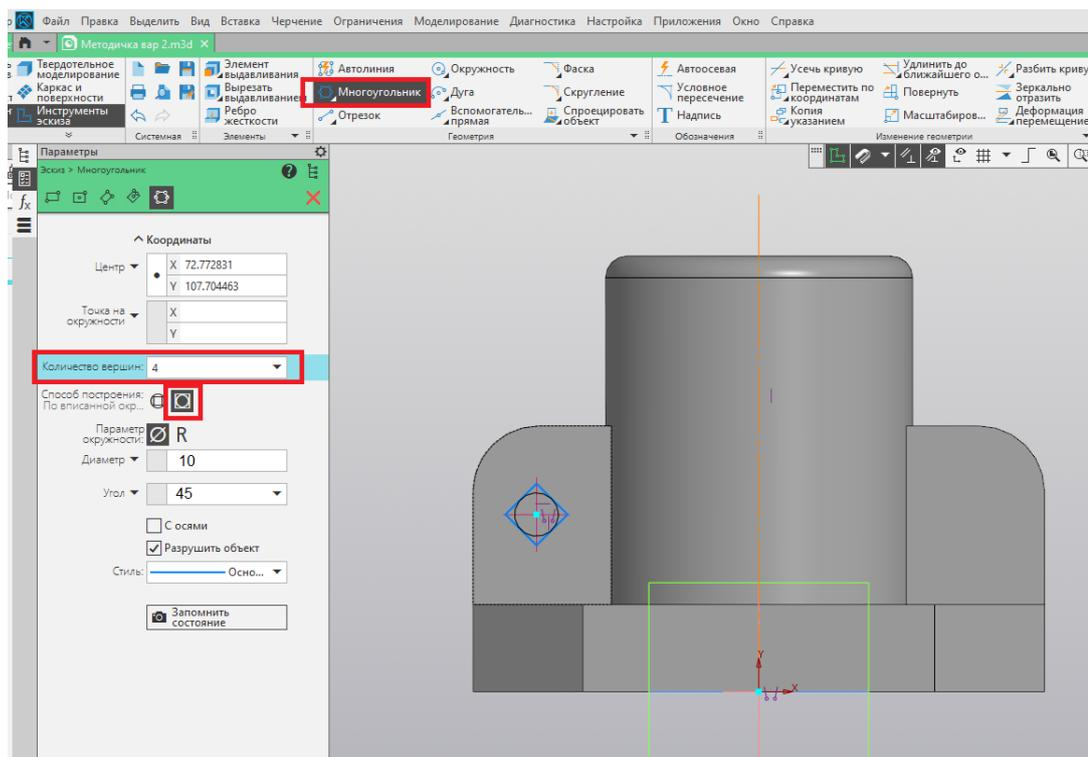

Рис. 101
29. При помощи команды «Многоугольник» создадим квадрат со стороной 10 мм (рис. 101).